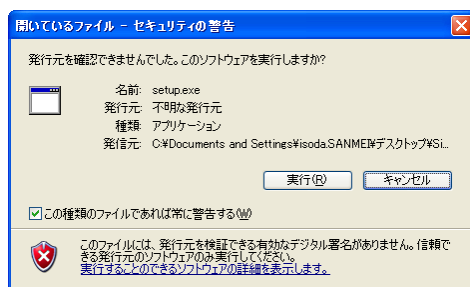

図 3-2
1) 最初に図3-2のような画面が表示される場合があります。その場合は「実行(R)」のボタンをクリックしてください。